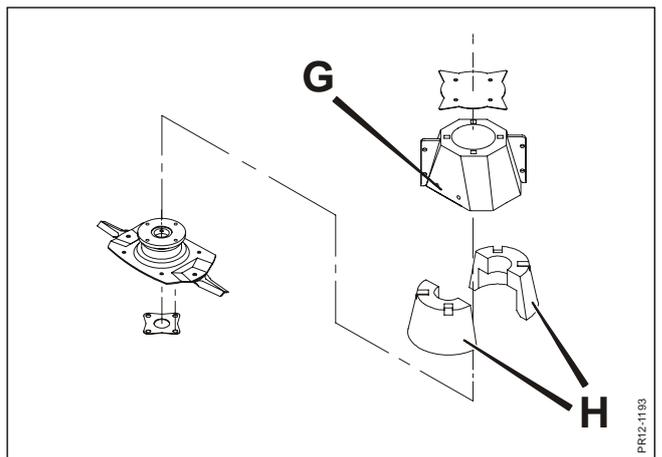

Fig. 5-7
- Fig. 5-7** Die niedrigen Flowzylinder **I** auf den restlichen Scheiben aufrichten, falls sie deformiert sind. Wenn notwendig auswechseln. 2-3 Mal pro Saison abmontieren und von Erde, Staub u.ä. reinigen.